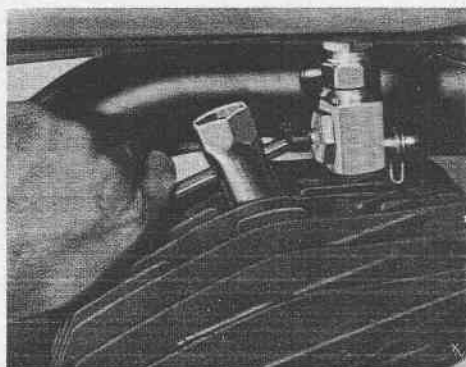

Fig. 13 - Smontaggio candela
- Sbloccare la candela (sempre a motore freddo) usando l'apposita chiave (Fig. 13) e svitarla a mano fino alla completa fuoriuscita.